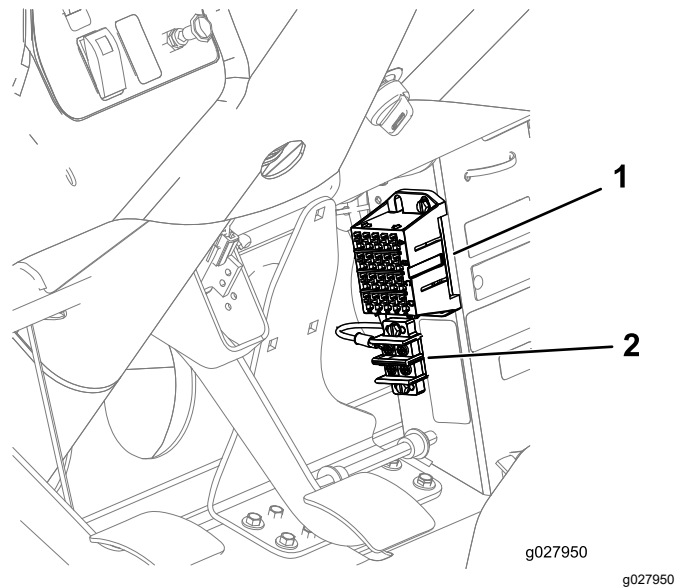

Figura 34
2. Ligue o terminal de anel na cablagem ao bloco de ligação à terra e insira o conector do bloco de fusíveis numa ligação disponível do bloco de fusíveis (Figura 34).